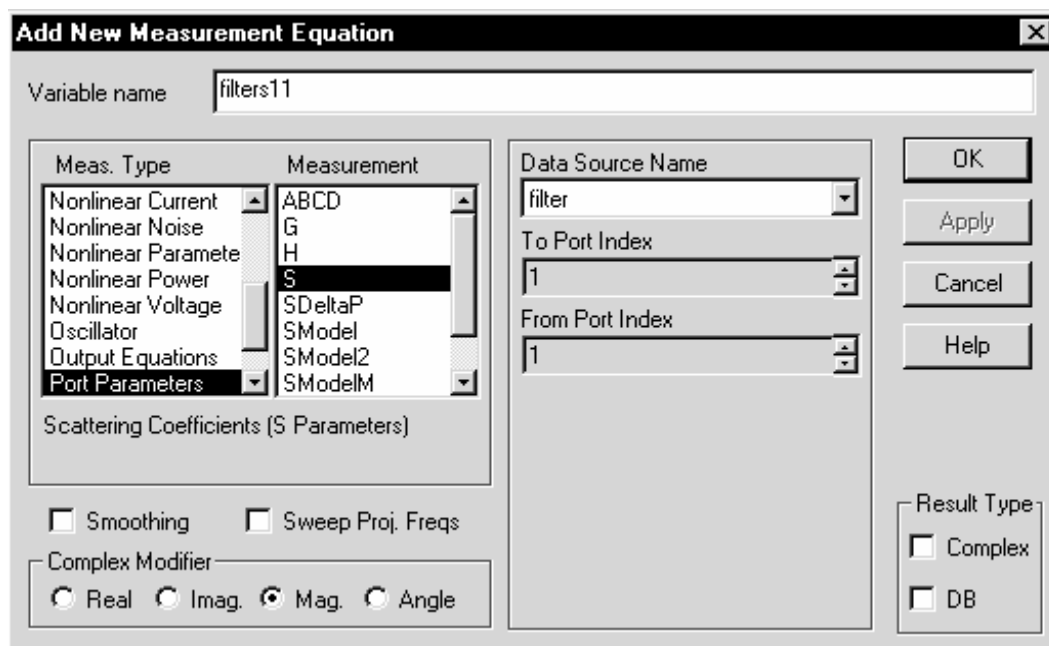

Рис. 1.4
2. Выберите **Add > Output Equation** в выпадающем меню. Откроется диалоговое окно **Add New Measurement Equation**, показанное на рис. 1.4.